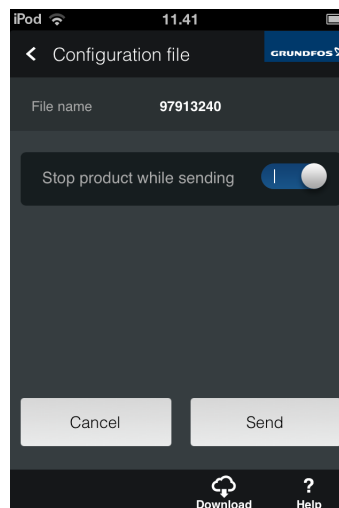

Рис. 40 Копирование файла GSC на насос
11. Нажмите кнопку [Send] (отправить), чтобы скопировать GSC-файл в память насоса. См. рис. 40. Во время копирования насос должен быть остановлен, по окончании копирования насос можно запустить.